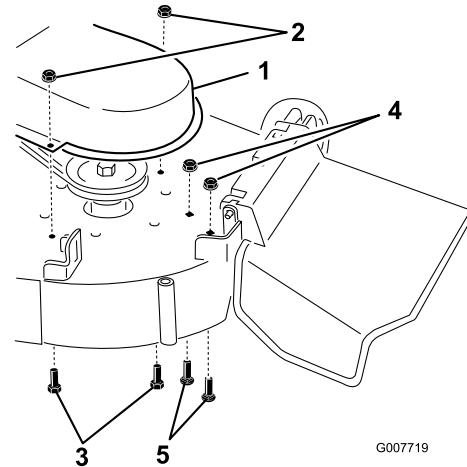

Figura 22
- Rimuovete i dadi di bloccaggio installati sui fori mostrati alla Figura 22. Conservate tutte le parti sciolte.